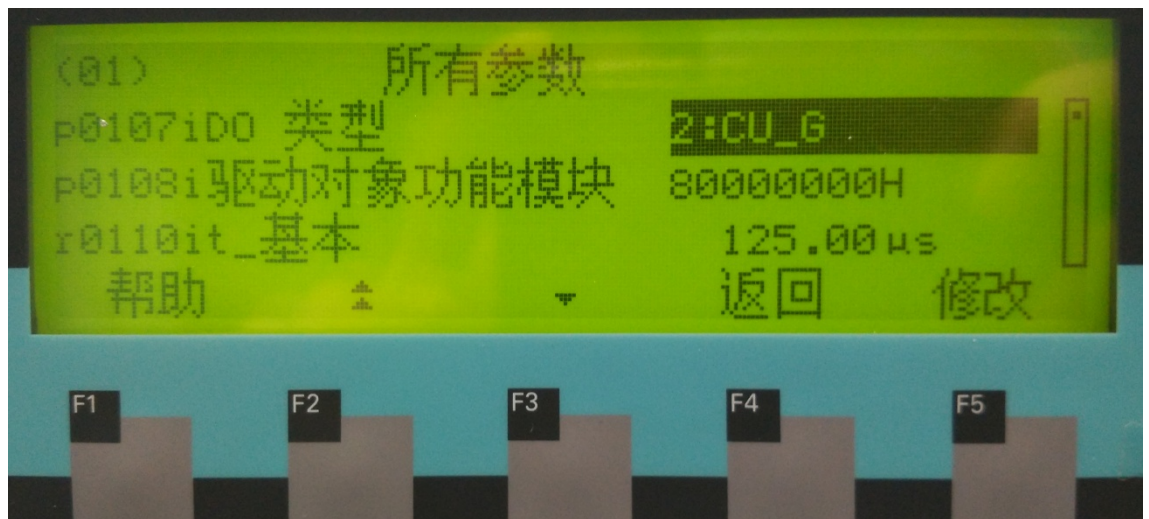
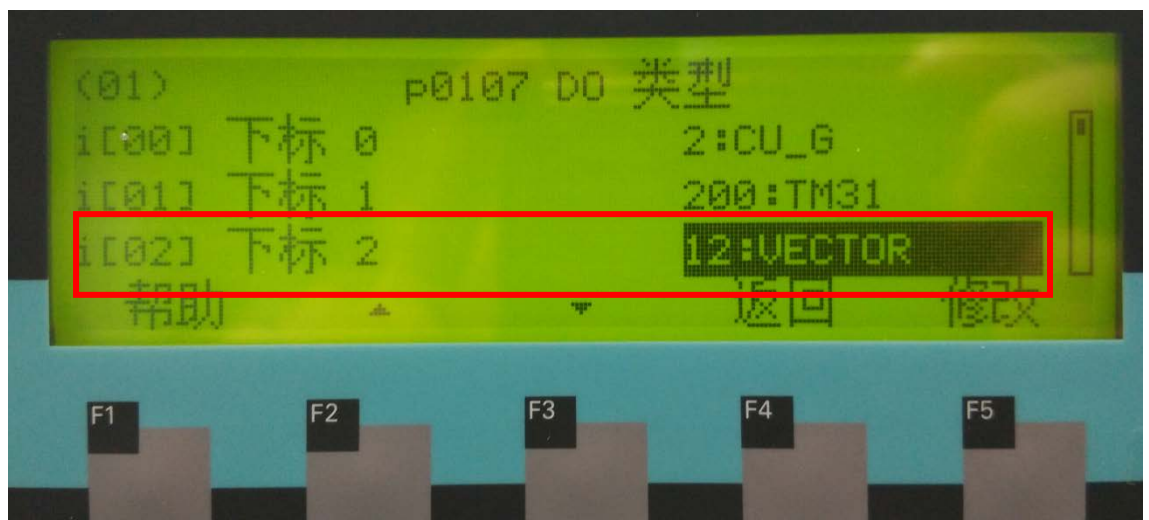

图 4
图 5
2、查看 CU 控制单元中的 P107 参数。查看参数 P107[0...15]，如图 4 所示。如果是 P107[n]=vector，n=0...15；本例中 n=2，即 P107[2]=12: vector，如图 5 所示。